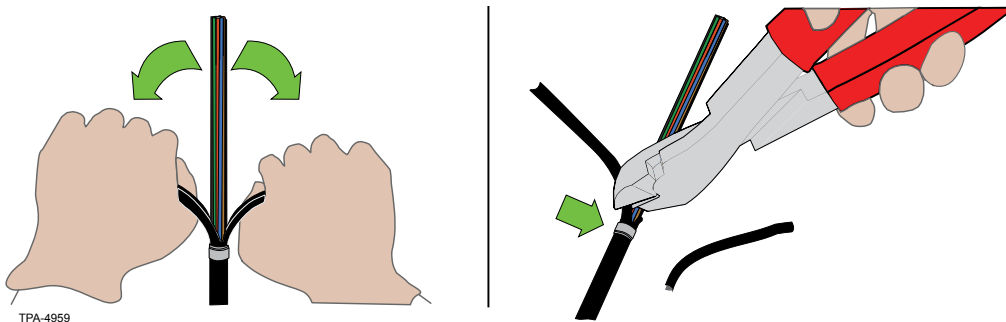

Abbildung 5
**Schritt 5:** Kabelmantel durch Ziehen an beiden Seiten bis zur Bandmarkierung weiter abziehen und mit einem Seitenschneider oder einer kleinen Schere entfernen (Abbildung 5).